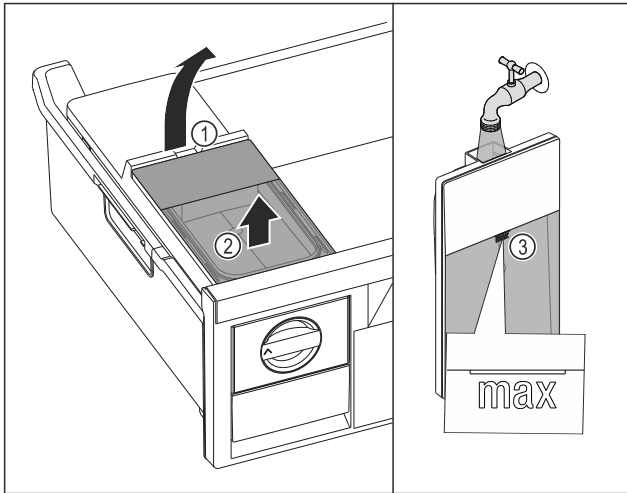

Fig. 82
- ▶ Wassertank an der Aussparung Fig. 82 (1) anheben.
- ▶ Wassertank nach oben entnehmen. Fig. 82 (2)
- ▶ Wassertank bis zur Markierung Fig. 82 (3) mit Trinkwasser befüllen.